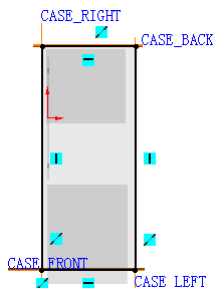

图 17.4.8 草图
Step2. 完成上步操作后，系统将自动选择“草图绘制”命令。选择 CASE_BOTTOM 为草图平面，绘制图 17.4.8 所示的草图。